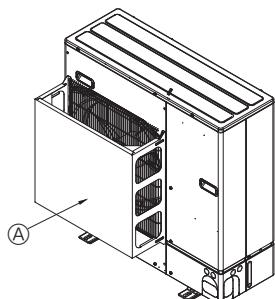

Fig. 2-5
- ② Installieren Sie eine als Sonderzubehör erhältliche Lufauslassführung, wenn die Anlage an einem Aufstellungsort installiert ist, an dem die Gefahr besteht, dass starker Wind direkt in die Luftaustrittsöffnung bläst. (Fig. 2-5)